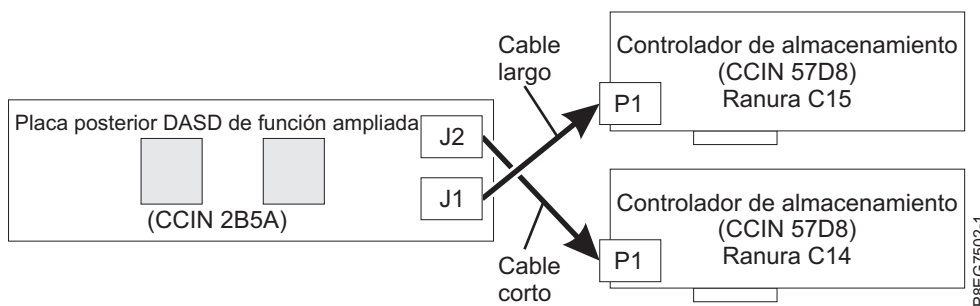

Figura 22. Reconexión del cable SAS en la configuración de función ampliada
- El cable SAS largo conecta el conector de la placa posterior de la unidad de disco inferior (J1) al conector P1 del adaptador interno SAS RAID en la ranura P1-C15. Consulte Figura 22.